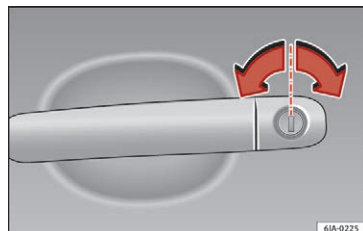

Fig. 3 Dørhåndtag til førerdør med låsecylinder
- Stik nøglekammen ind i låsecylinderen, og lås bilen op eller lås den » Fig. 3.